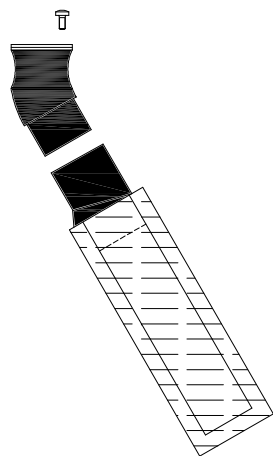
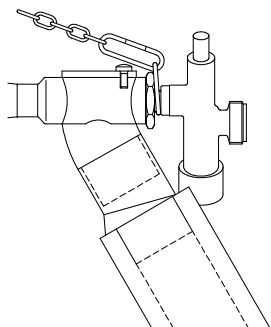

Fig 5
Fig 6
- 4-Colocar la tapa sobre la parte superior del codo soporte y fijarlo con el nuevo tornillo suministrado (Fig. 5) el cual reemplaza el de origen montado en el radiador (Fig. 6)
- 4-Place the cover on top of the elbow fitting and secure it with the new screw supplied (Fig. 5) which replaces the screw originally fitted on the brooder (Fig. 6)
The system must be suspended from the structure of the premises, using independent chains or cables, using the suspension attachment points fitted to the system for this purpose (see Fig. 6).
- 4-Placer le couvercle sur la partie supérieure du coude support et le fixer avec la nouvelle vis fournie (Fig. 5) qui remplace celle d'origine montée sur le radiateur (Fig. 6)
L'appareil doit être suspendu à la structure du local, au moyen de chaînes ou de câbles indépendants, via les points de suspension de l'appareil prévus à cet effet (voir Fig. 6)